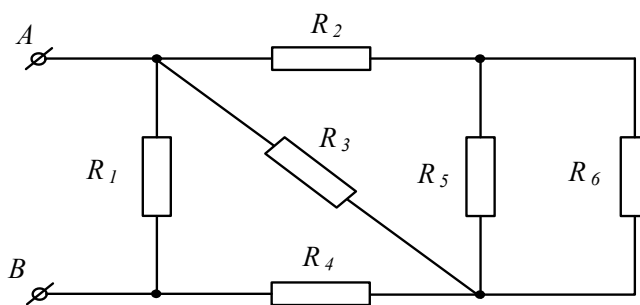

Рисунок 10
**Задача 6.** Определить токи в ветвях схемы (рис. 10), если  $U_{AB} = 9\text{В}$ ,  $R_1 = R_5 = 3\text{Ом}$ ,  $R_2 = 2,8\text{Ом}$ ,  $R_3 = 1\text{Ом}$ ,  $R_4 = 6,2\text{Ом}$ ,  $R_6 = 2\text{Ом}$ .